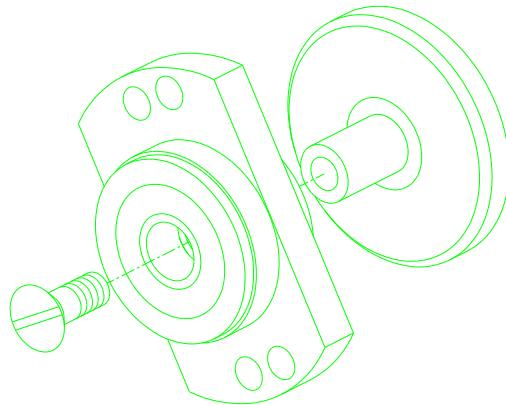

Рис. 5 Сборка фланцевого планетарного держателя-шлифовального шпинделя
- Установка шпинделя шлифовального круга производится согласно Рис. 5